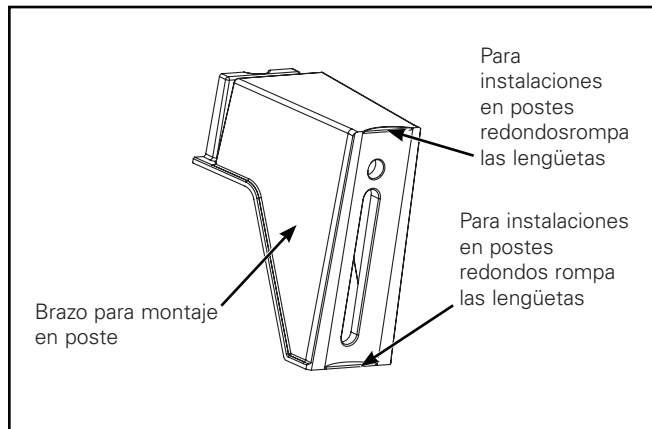
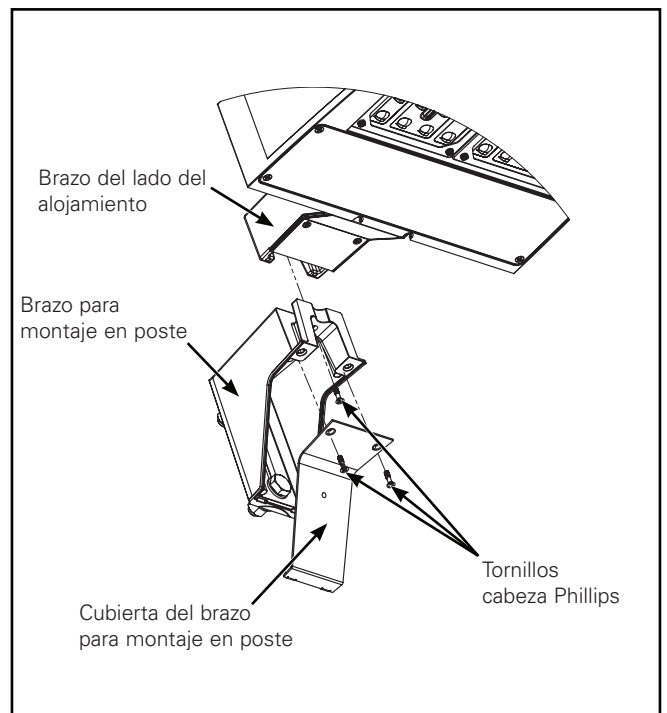

Figura 2.
Figura 4.
**Montaje en Poste: Opción del brazo de conexión rápida (Figura 2. - Figura 4.)**
1. El brazo para montaje en poste está diseñado para un poste redondo o cuadrado. La instalación en un poste redondo requerirá que retire las lengüetas desprendibles del brazo de montaje (Figura 2). Tome la lengüeta desprendible con las pinzas y separe las lengüetas.
3. Sujete firmemente los cables de la luminaria contra el brazo de montaje mientras guía el brazo de la luminaria del lado del alojamiento hacia el brazo de montaje en poste (Figura 4). Ajuste el tornillo central de cabeza Phillips a 20 pulg.-lb (2,3 Nm).
5. Instale la cubierta del brazo de montaje en poste y ajuste los tornillos cabeza Phillips hasta 20 pulg.-lb (2,3 Nm) (Figura 4).